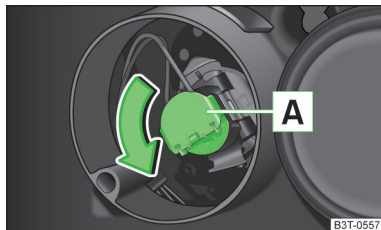

Fig. 200
- > Rotiți conectorul împreună cu becul cu incandescență **A** » fig. 200 până la limită în sensul săgeții.